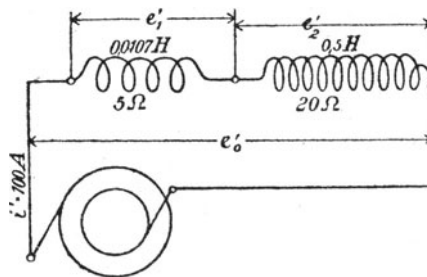

Fig. 110.
255. Durch zwei hintereinander geschaltete Spulen (Fig. 110) fließt ein Wechselstrom von  $100 [80] (10) \text{ A}$  und  $50$  Perioden. Der Widerstand der ersten Spule ist  $W_1 = 5 [7] (3) \Omega$ , ihr Selbstinduktionskoeffizient  $0,0107 [0,02] (0,03) \text{ Henry}$ , der Widerstand der zweiten Spule  $20 [17] (8) \Omega$ , ihr Selbstinduktionskoeffizient  $0,5 [0,2] (0,1) \text{ Henry}$ .